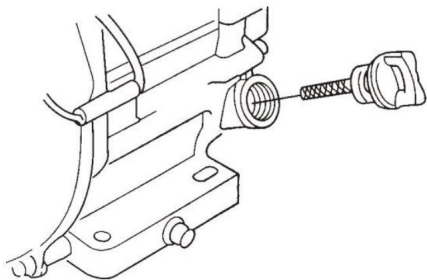

FIG.2
7.2.2 Retirez la jauge de remplissage de l'orifice de remplissage d'huile moteur (FIG. 2) et essuyez-le.